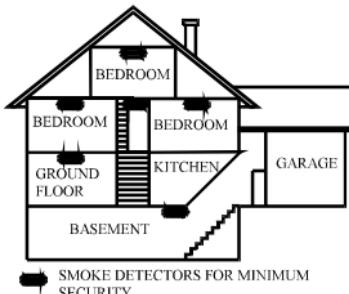

Abbildung 3: Standort zur Anbringung von Rauch- und Hitzemeldern für mehrstöckige Wohnungen
- ◆ Installieren Sie einen Rauch- und Hitzemelder auf jedem Stockwerk eines mehrstöckigen Hauses oder Apartments, wie in Abbildung 3 gezeigt.